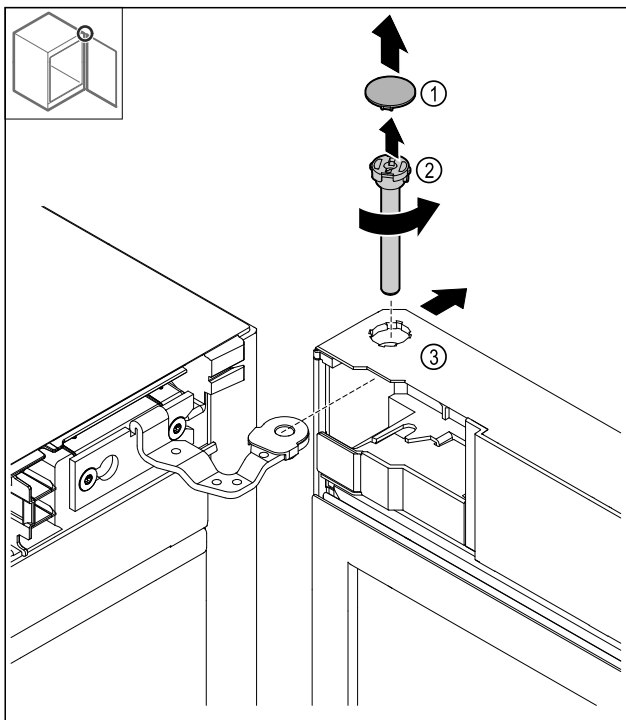

Fig. 9
- ▶ Abdeckung Fig. 9 (1) abnehmen.
- ▶ Bolzen Fig. 9 (2) gegen den Uhrzeigersinn lösen und herausziehen.
- ▶ Tür Fig. 9 (3) leicht kippen.